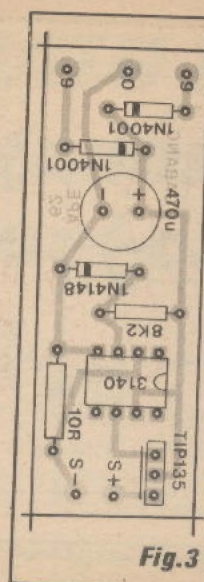

Fig. 3
- **FIG. 3 - CHAPEADO DA MONTAGEM** - O *outro* lado da placa (não cobreado...), ainda em tamanho natural, com todas as peças (menos o *trafo*...) colocadas, identificadas pelos seus códigos, valores, polaridades e demais características de acordo com as normas gráficas adotadas por **APE** (que *não são*, necessariamente, as mesmas eventualmente adotadas por outras publicações ou mesmo pelas entidades de *normalização técnica*...). O leitor/hobbysta que nos acompanha já está mais do que *acostumado* a corretamente interpretar as estilizações criadas pelos nossos desenhistas, sempre no sentido de facilitar ao máximo a compreensão e o entendimento *visual*, mesmo pelo mais *verde* dos principiantes... Lembramos que vários dos componentes são *polarizados* e assim têm posição *única e certa* para inserção e soldagem à placa... É o caso do Integrado, com sua extremidade marcada claramente indicada; do transistor, com sua face metalizada voltada para os terminais (S+)(S-); dos diodos, todos com sua extremidade de *catodo* também nitidamente indicada pela marca ou anel em cor contrastante, e do capacitor eletrolítico, com sua polaridade de terminais marcada